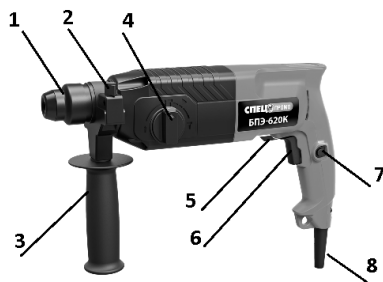

Рис. 1
7.1. Установить при необходимости боковую рукоятку 3, (см рис. 1), в удобное для работы положение, зафиксировать рабочий инструмент в патроне.